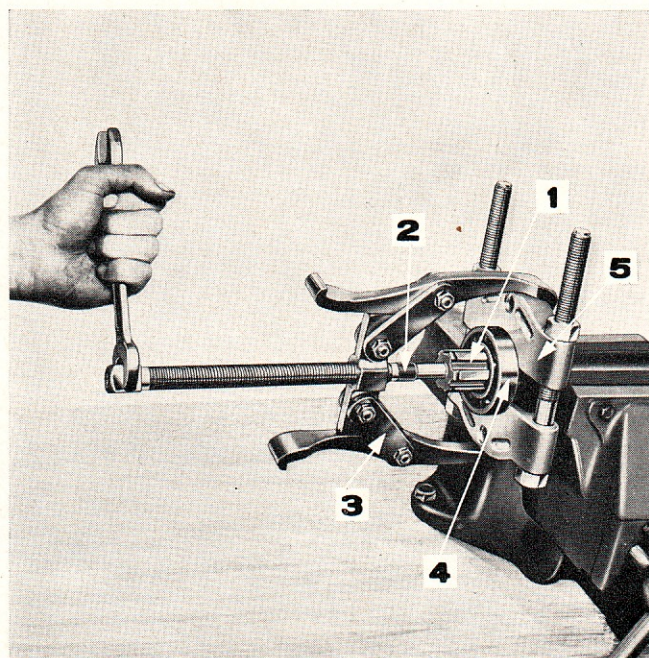

Figure 18: Dépose du roulement arrière d'arbre de renvoi de prise de force
2. Examiner l'arbre de renvoi et le roulement arrière et, si nécessaire, séparer le roulement de l'arbre à l'aide des outils No. 1002, 951 et 625-6 (fig. 18).